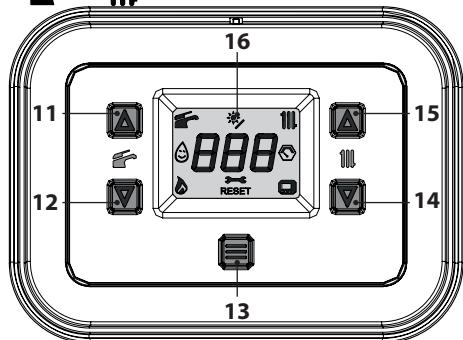
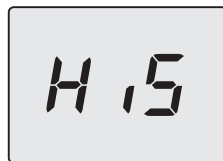
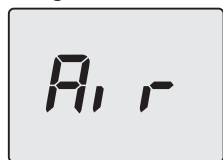
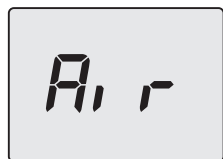

Figura 6.6
Figura 6.8
Figura 6.10
Figura 6.11
- Tenere premuto per 5 secondi il tasto 13 fino a far apparire sul display entrambe i simboli e (Figura 6.6).
- Entrare in "modalità programmazione" premendo contemporaneamente per 5 secondi i tasti 12 e 14 (Figura 6.6) fino a far apparire sul display LCD le lettere **HiS** che indicano il menu "Storico delle caldaie" (Figura 6.8).
- Premere il tasto 13 (Figura 6.6) per attivare la funzione. Il display visualizzerà quanto segue (Figura 6.10 e Figura 6.11).
- tenere premuti contemporaneamente i tasti 12 e 14 per 5 sec. (Figura 6.6) (ritorno al livello precedente).
- Spegnerne la caldaia tenendo premuto per 5 secondi il tasto 13 (Figura 6.6) fino a far apparire sul display LCD il simbolo — — — (i trattini vengono accesi in sequenza per simulare uno scorrimento) (Figura 6.5).